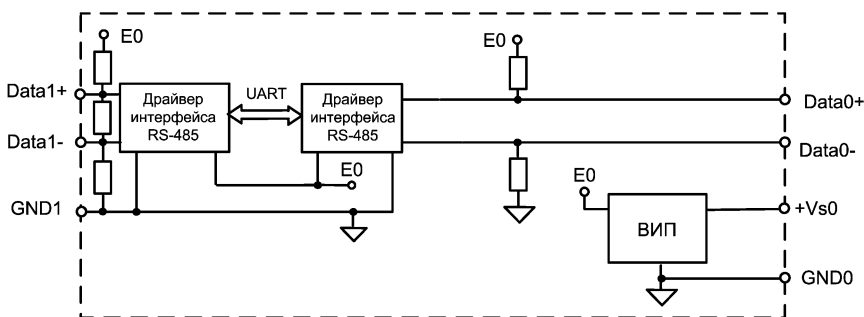
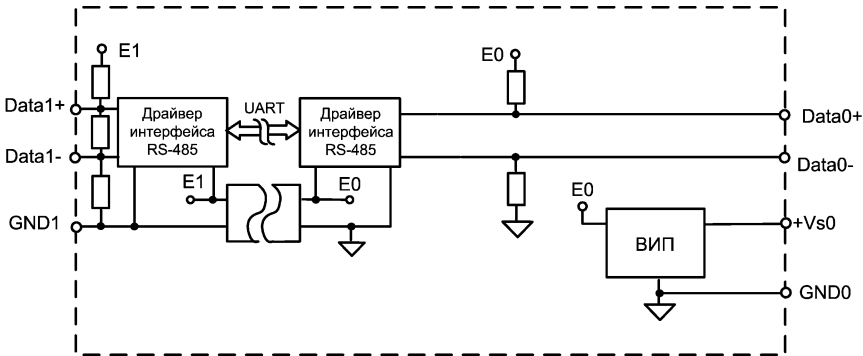

Рис. 3.1. Структурная схема модуля NLS-485C без гальванической изоляции
Рис. 3.2 Структурная схема модуля NLS-485C-I с гальванической изоляцией
- содержит на линии разветвления RS-485 встроенный резистор для согласования выходного сопротивления с кабелем с волновым сопротивлением 120 Ом и резисторы смещения для устранения состояния неопределенности линии передачи (см. рис. 3.1).
Модуль NLS-485C (рис. 3.1, рис. 3.2) содержит вторичный импульсный источник питания (ВИП), позволяющий преобразовывать напряжение питания в диапазоне от +10 до +30В в напряжение +5 В. Интерфейс RS-485 выполнен на стандартной микросхеме фирмы Analog Devices (приемопередатчик RS-485), удовлетворяющей стандарту EIA и имеющей защиту от электростатических зарядов, от выбросов на линии связи, от короткого замыкания и от перенапряжения.